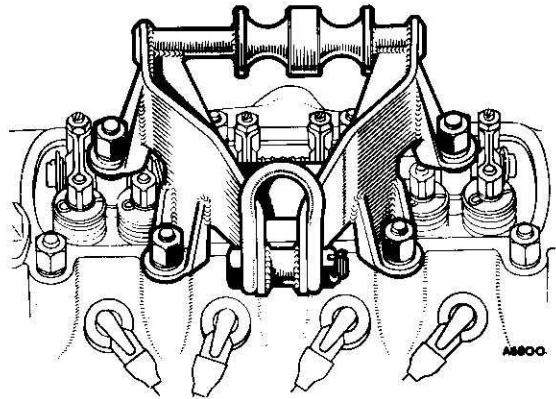

Fig. A.11
- (21) Svitare i dadi di fissaggio del coperchio dei bilancieri e montare sul motore il maniglione (Fig. A.11).
- (22) Scaricare l'olio dalla coppa. Scollegare gli alberi di trasmissione dal differenziale (Ved. la Sez. G).
- (23) Collocare degli appoggi sotto i due elementi longitudinali del telaio e sospendere il motore al paranco. Svitare le due viti di fissaggio del supporto del motore al telaio.
- (24) Distaccare il motore dal telaio sollevandolo col paranco.
- (1) Per rimuovere il motore e la trasmissione dal vano motore, procedere come segue:-
- (2) Eseguire le operazioni (1) a (5), (8) e (12) a (16) della Sezione A.12.
- (3) Se necessario, rimuovere il lavavetro e la staffa di supporto.
- (4) Scollegare gli alberi di trasmissione dal differenziale.
- (5) Separare il tubo di scarico dal collettore e fissare il tubo alla paratia del vano motore.
- (6) Svitare i dadi di fissaggio del coperchio dei bilancieri e montare sul motore il maniglione di sollevamento (Fig. A.11).
- (7) Sospendere il motore al paranco e svitare le due viti ciascuna delle quali fissa un supporto del motore al telaio ausiliario. Sollevare il motore.
- (1) Staccare il radiatore (Ved. Sez. C.1)
- (2) Agganciare il motore al paranco (Fig. A.11) e sollevarlo senza inclinarlo sicchè sul supporto non grava peso.
- (3) Svitare i due dadi che fissano la staffa d'ancoraggio del supporto al carter della trasmissione e le due viti che fissano il supporto agli elementi longitudinali del telaio ausiliario. Rimuovere la staffa ed il supporto.